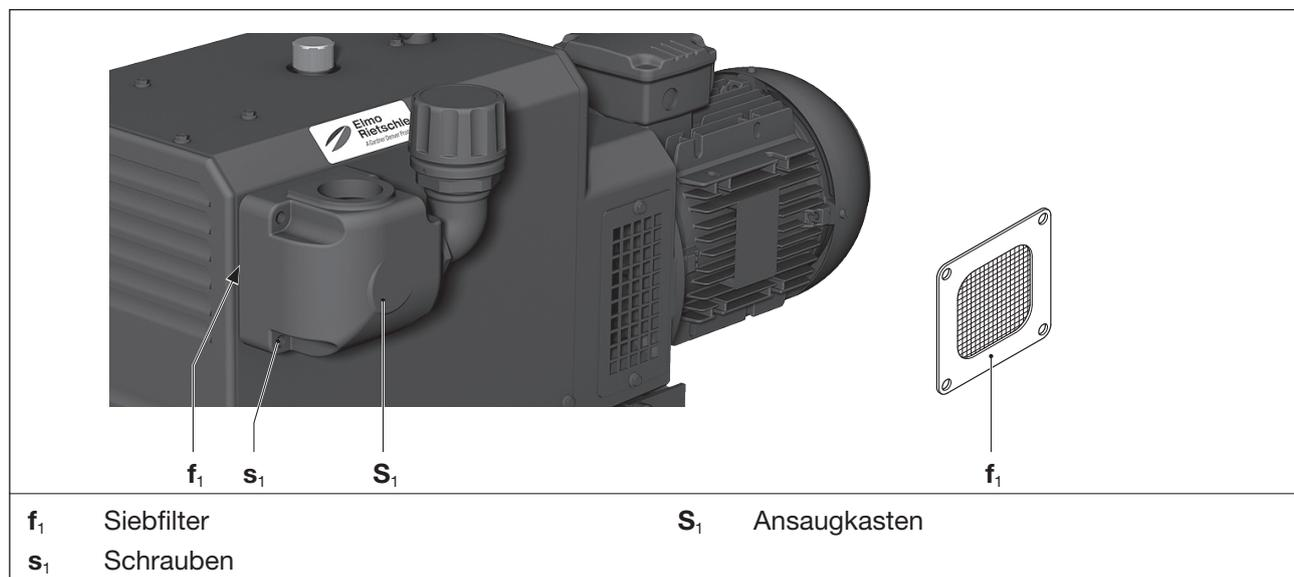

Abb. 9 Siebfilter im Ansaugkasten
- b) Die vier Schrauben (Abb. 9/s₁) am Ansaugkasten (Abb. 9/S₁) lösen.
- c) Ansaugkasten (Abb. 9/S₁) und Siebfilter (Abb. 9/f₁) von der Pumpe abnehmen.